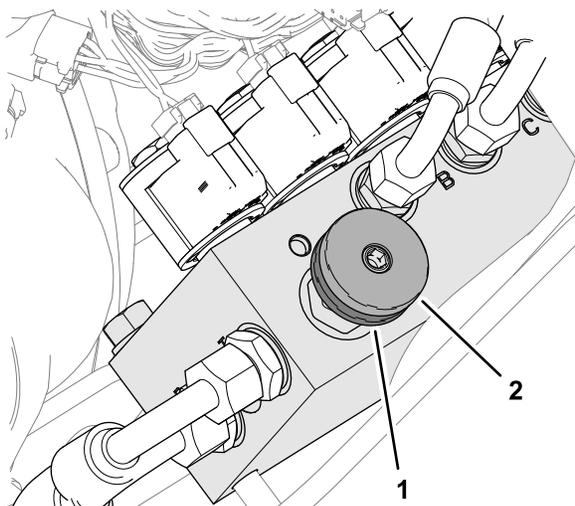

Figure 31
Pour engager le transfert de poids : L'ampleur du transfert de poids peut être réglée en fonction des conditions d'utilisation, en faisant tourner le volant de transfert de poids (Figure 31) comme suit :
1. Desserrez le contre-écrou de la vanne d'un demi-tour dans le sens antihoraire et maintenez-le dans cette position (Figure 31).
2. Tournez le volant (Figure 31) dans le sens antihoraire pour réduire le transfert de poids ou dans le sens horaire pour l'augmenter.